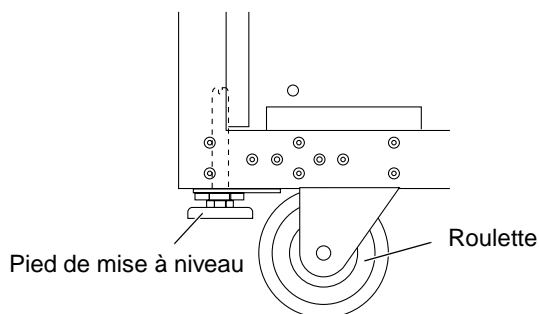

FIGURE 6-1 Pieds de mise à niveau rétractés
4. Relevez les pieds de mise à niveau en les rétractant entièrement dans le châssis de l'armoire, comme illustré à la FIGURE 6-1.